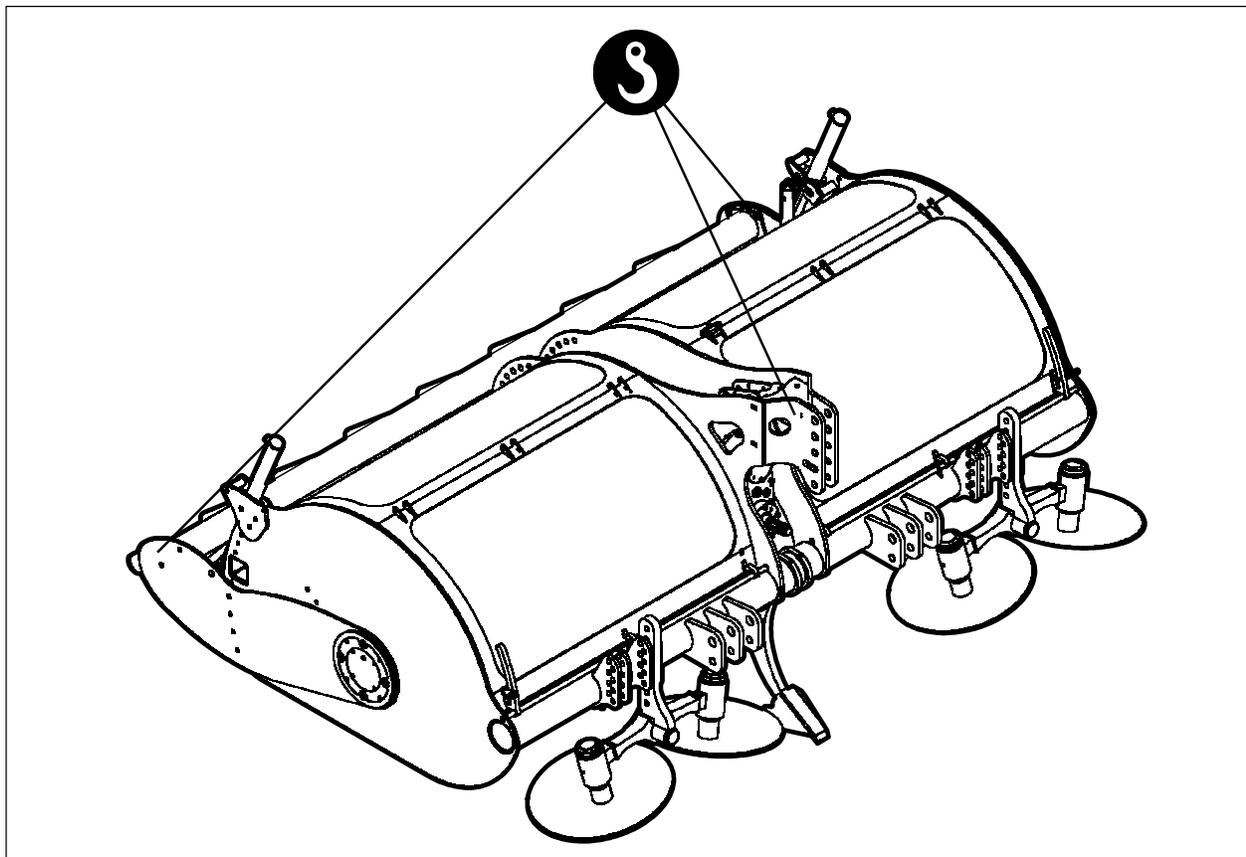

Fig. 9 - Punti di aggancio per il sollevamento della macchina
- Con catene o corde di adeguata portata, agganciare la macchina nei tre punti contrassegnati dal simbolo «gancio» (Fig. 9) ed eseguire il sollevamento, con apposita gru, paranco o altro.